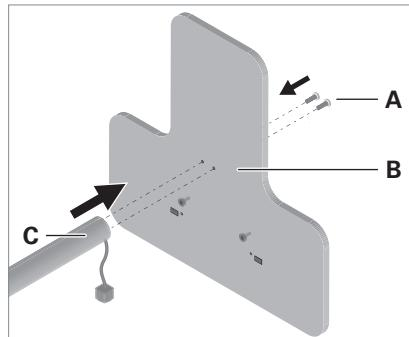

Fig. 1: Standrohr montieren.
- ▶ Befestigen Sie das Standrohr **C** mit den mitgelieferten Schrauben **A** am Leuchtenfuß **B**, siehe Fig. 1.